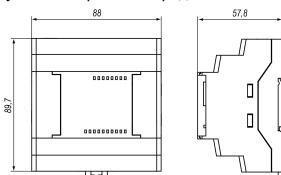

Рисунок 2 – Габаритные размеры
1. Подготовить место на DIN-рейке для установки прибора с учетом размеров корпуса (см. рисунок 2).